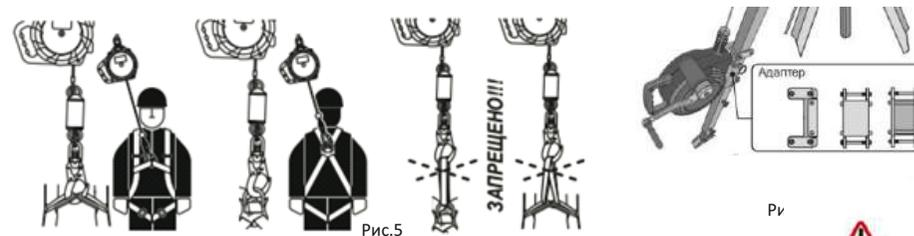

Рис.5
- Присоединять любые элементы между концевым карабином устройства и точкой крепления на привязи, если иное не разрешено производителем. (рис.5)